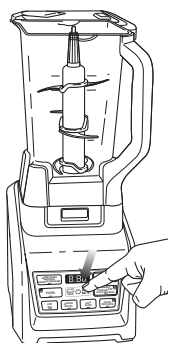

Fig. 8
- 13 Une fois la consistance réalisée, appuyez sur le bouton d'alimentation (⏻) pour arrêter l'appareil, et attendez que les lames cessent de tourner. (Fig. 8)